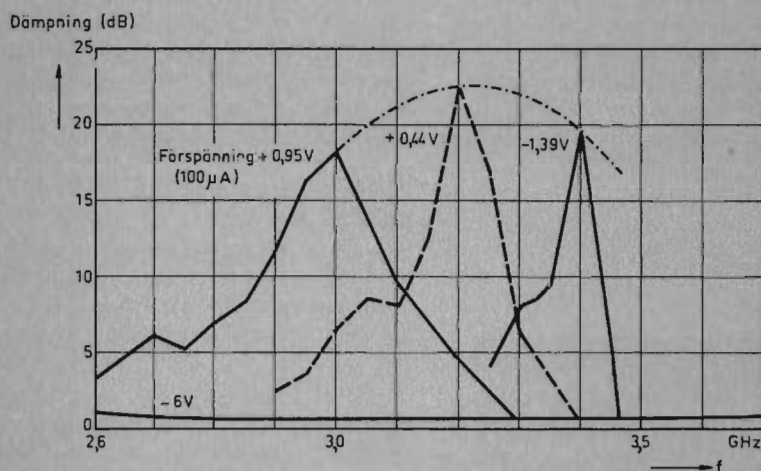

Fig. 24
I fig. 24 visas uppmätta värden på isolation och insatsdämpning som funktion av frekvensen. Kortslutningskolven är vid alla de tre visade kurvorna inställd för att ge maximal isolation vid $+0,95$ V förspänning ($100 \mu A$ ström) och 3,0 GHz. Då kolvläget hålls konstant och förspänningen minskar kommer serieresonansfrekvensen, som ger maximal isolation, att öka. Fig. 24 visar sålunda att denna shuntbrytares mittfrekvens kan avstämmas elektriskt mellan 3,0 GHz och 3,4 GHz.
Isolationsbandbredden kan ungefärligt beräknas enligt ekv. (29) i appendix, om man antar kolinduktansen vara ett koncentrerat element. Kolvreaktansen är i detta fall $=+10$ ohm, som vid 3 GHz motsvarar en induktans på 0,5 nH. Totala induktansen blir alltså $0,5+0,7=1,2$ nH. För en isolation större än 10 dB ger då ekv. (29) bandbredden 1000 MHz. Den uppmätta isolationsbandbredden är maximalt endast 225 MHz. Denna stora skillnad torde huvudsakligen bero på att den mer än 0,5 λ långa kortslutna ledningens reaktans varierar snabbt med frekvensen. En starkt avkortad ledning (ca 0,5 λ) med högre impedans skulle säkert mer än fördubbla bandbredden. Den över en halv våglängd långa stubens bandbredds begränsande inverkan framgår för övrigt tydligt av fig. 24. Då stublängden hålls konstant och frekvensen ökas från 3,0 till 3,4 GHz, kan man lätt beräkna att stubinduktansen ökar från 0,5 till 1,8 nH. Den totala serieinduktansen ökar då från 1,2 till 2,5 nH, vilket enligt ekv. (29) betyder att bandbredden vid 3,4 GHz är något mindre än hälften av bandbredden vid 3,0 GHz, vilket stämmer med de uppmätta värdena. Om stuben varit en halv våglängd kortare, skulle bandbredden ha minskat med endast några procent.